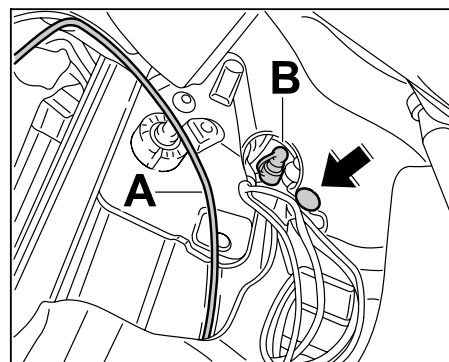

Bild 6
Leitung BN; 0,752 nur bis zum Massepunkt "MB21" (Bild 6, Pos. B) verlegen!
- 2.3 Leitungssatz Inverter  $\Rightarrow$  Bild 6 -A- von der A-Säule unterhalb der Dämmmatte zur Öffnung  $\Rightarrow$  Bild 6 -Pfeil- verlegen und fixieren.
- 2.5 Kabelschuh A6-1 (Ringöse) an Massepunkt "MB21"  $\Rightarrow$  Bild 6 -B- anschrauben.